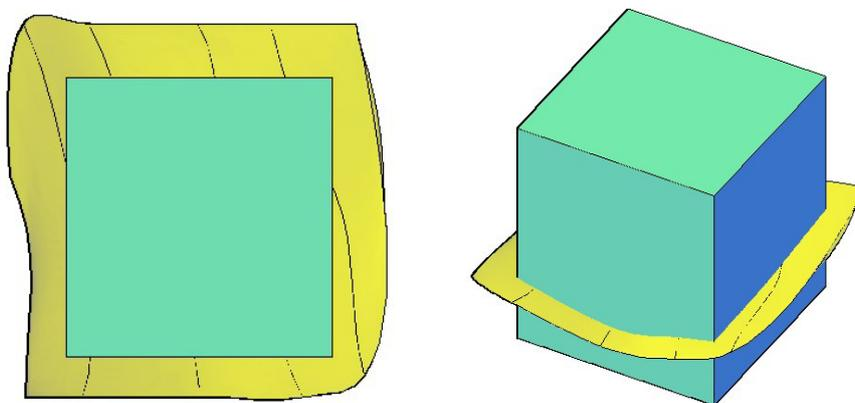

Рис. 9.8. Создание массива земли
7. Создать массив земли. Для этого командой ВОХ (Ящик) выполнить ящик  $150 \times 150$  произвольной высоты, вписанный в поверхность (рис. 9.8).